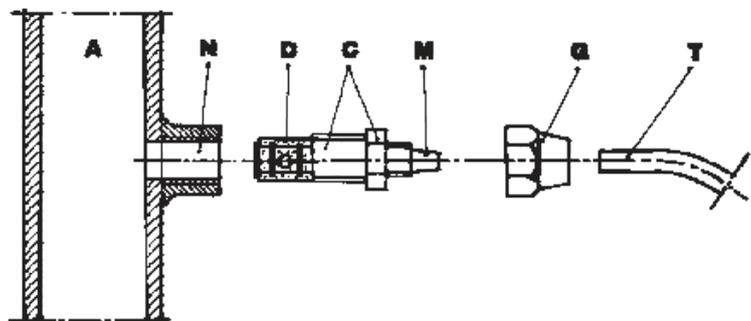

Fig. 9
g. - Applicare sulla condotta dell'impianto da trattare, nel punto più idoneo per effettuare l'iniezione del prodotto da dosare, un raccordo da 3/8" gas femmina. Tale raccordo è escluso dalla fornitura. Avvitare la valvola di iniezione nel raccordo utilizzando come guarnizione del Teflon Fig. 9. Connettere il tubetto all'attacco conico della valvola d'iniezione e bloccarlo con l'apposita ghiera G. La valvola di iniezione è anche valvola di non ritorno.
### 3.1 - SCHEMA DI MONTAGGIO VALVOLA DI INIEZIONE Fig. 9